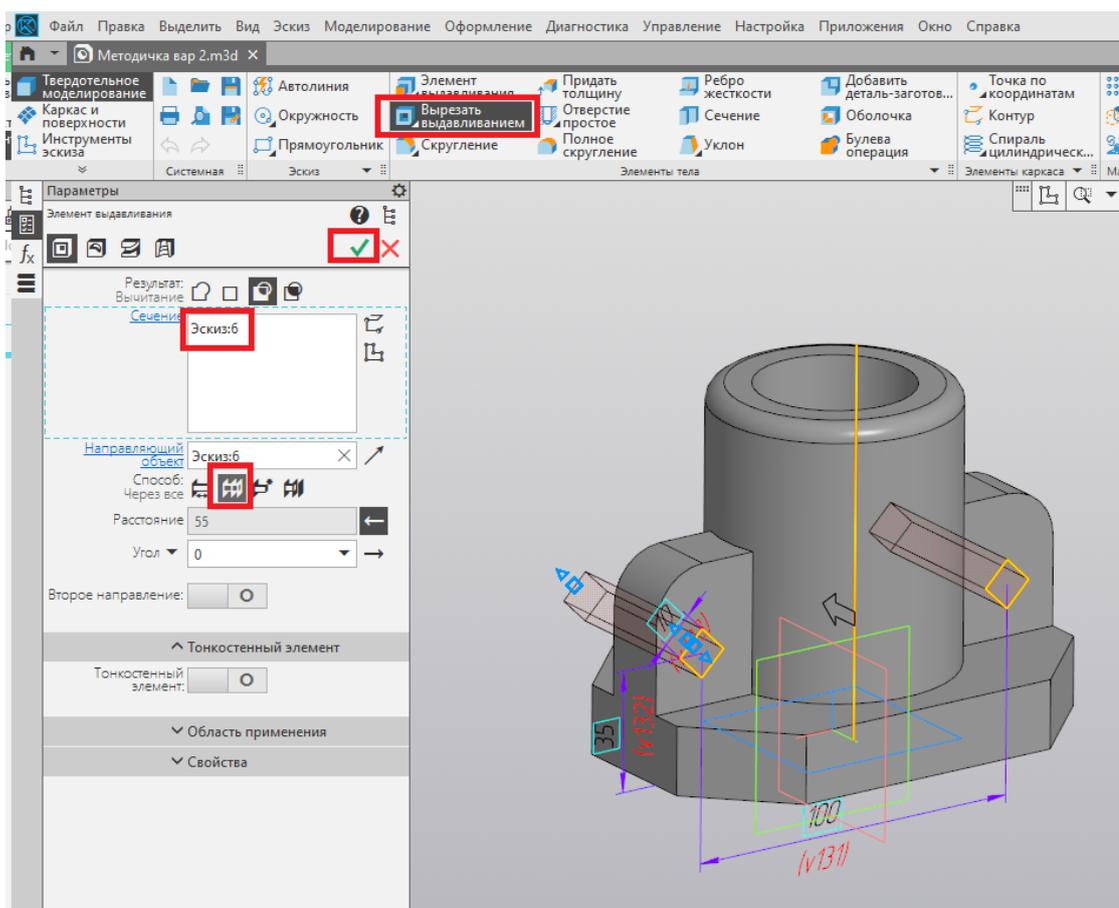

Рис. 105
33. При помощи команды «Вырезать выдавливанием» вырезаем два сквозных призматических отверстия (рис. 105).